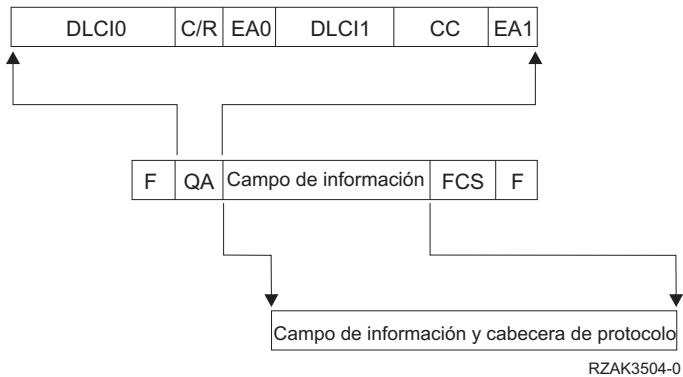

Figura 7. Formato de tramas para FRCS (servicios básicos frame relay)
La Figura 7 en la página 18 muestra el formato de tramas FRCS en los campos del campo de dirección Q.922 (QA) de dos bytes.